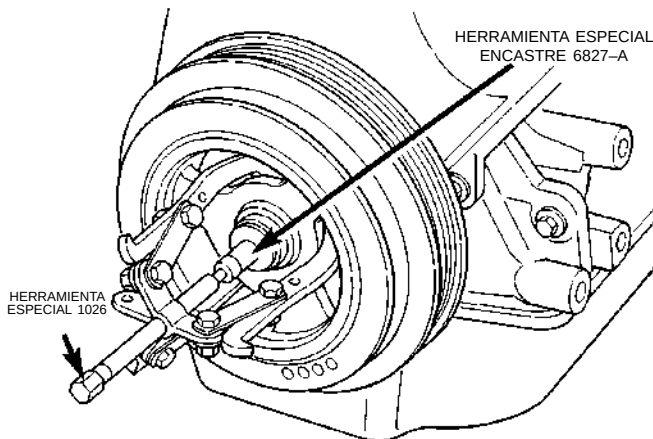
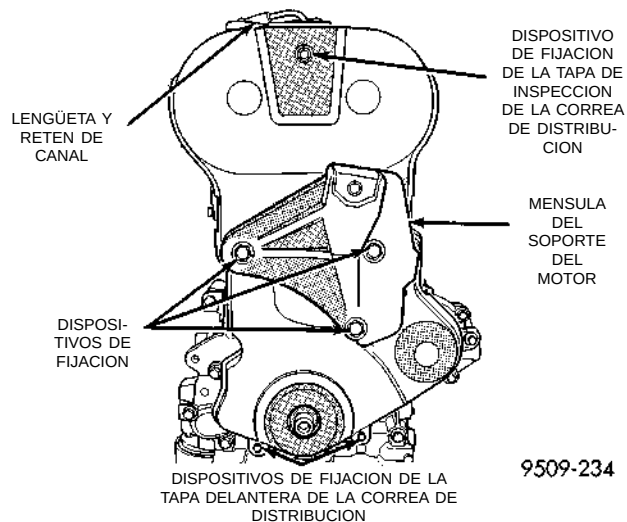

Fig. 39 Amortiguador de cigüeñal—Desmontaje
Fig. 40 Tapa delantera de la correa de distribución
(3) Retire el perno del amortiguador del cigüeñal. Retire el amortiguador con la Herramienta especial 1026 y el encastre 6827-A o equivalente (Fig. 39).
(4) Baje el vehículo y coloque un gato debajo del motor.
(5) Retire el soporte derecho del motor. Consulte el procedimiento descrito en esta sección.
(6) Retire la ménsula del soporte derecho del motor (Fig. 40)
(7) Retire los dispositivos de fijación de la tapa de la correa de distribución y desmonte la tapa (Fig. 40).